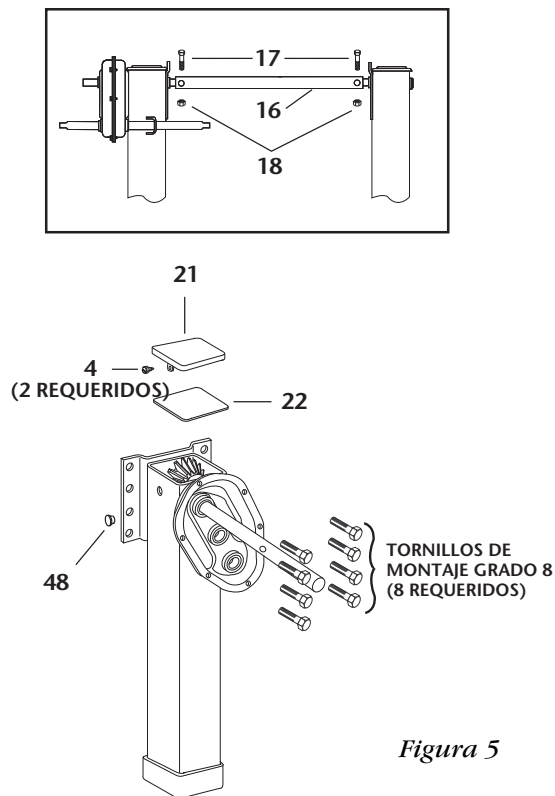

Figura 5
3. Remueva los ocho (8) tornillos de montaje del patín de la plancha de montaje y remueva el pie del patín del remolque.
5. Remueva el tapón de plástico (*Ítem 48*) del barreno de acceso del engrane de piñón biselado (consulte la *Figura 5*).